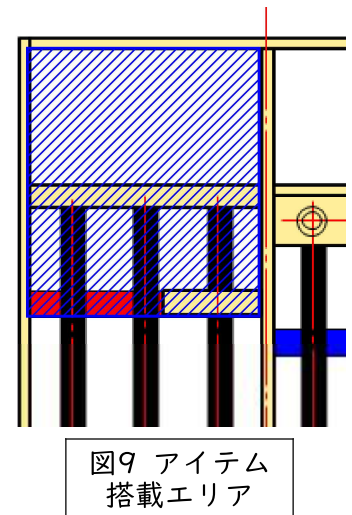

図9 アイテム搭載エリア
(6) アイテム搭載装置について
- ・ スタートエリアおよび追加アイテム置き場の範囲内（＝アイテム搭載エリア（図9））であれば、アイテムを搭載する装置を製作してもよい。特に加点されることはないが、同点の場合は有利となる。